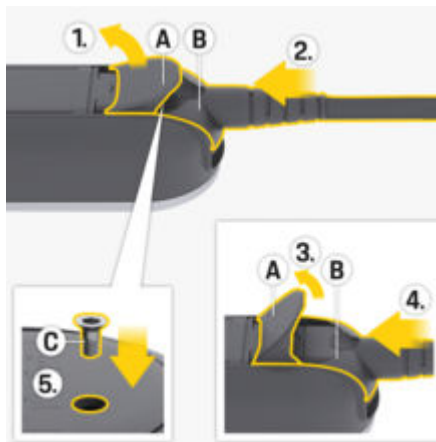

Fig. 14: Fijación del cable de alimentación y el enchufe
1. Abra la tapa **A** (Fig. 14) unos 15 grados (solo hasta que el conector **B** (Fig. 14) quepa en la unidad de control).
2. Inserte el enchufe **B** (Fig. 14) en la unidad de control hasta que note la primera resistencia.
3. Abra la tapa **A** (Fig. 14) completamente.
4. Inserte el enchufe **B** (Fig. 14) completamente.
5. Cierre completamente la tapa **A** (Fig. 14) y fíjela con el tornillo **C** (Fig. 14).